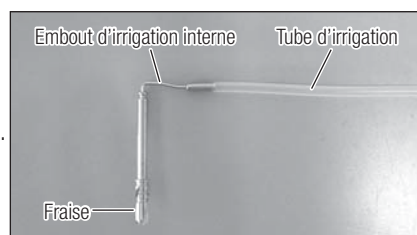

Fig. 15
- 3) Insérez l'embout d'irrigation interne dans la fraise depuis l'arrière (Fig. 15).